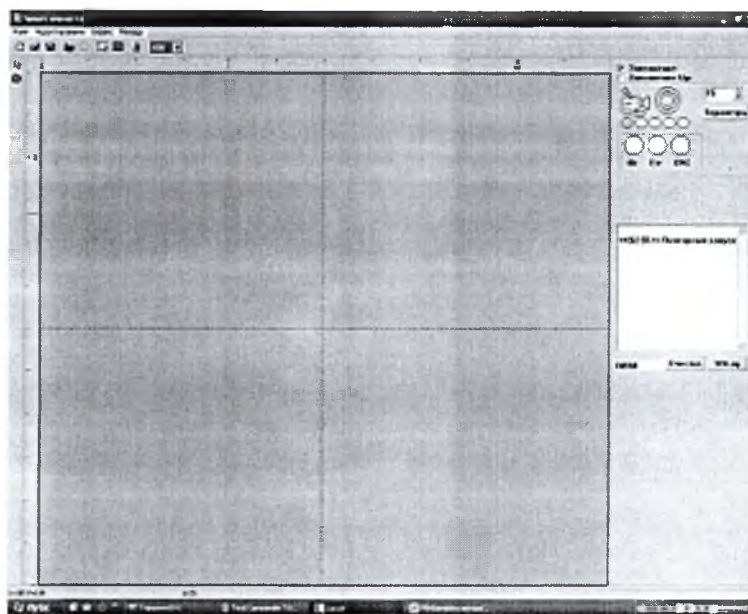

Рисунок 34
- при запуске программы на экран выводится (см. рисунок 34) наименование программного обеспечения «Lancet» и номер версии 1.1;